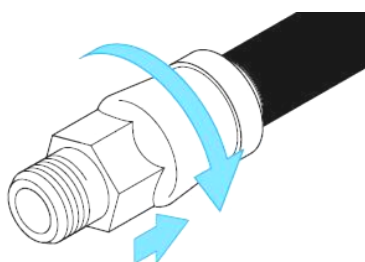

Figura 3
4. Inserire il tubo completamente, fino alla battuta (v. figura 3)